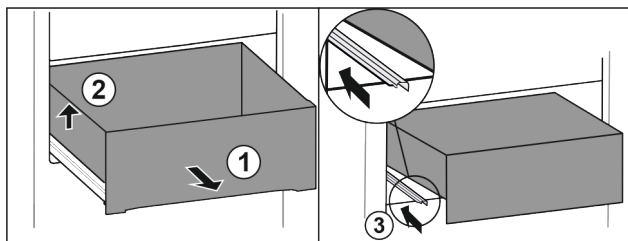

Fig. 92
- ▶ Predal izvlecite do omejevala. Fig. 92 (1)
- ▶ Dvignite predal levo. Fig. 92 (2)
- ▶ Vstavite levo vodilo. Fig. 92 (3)